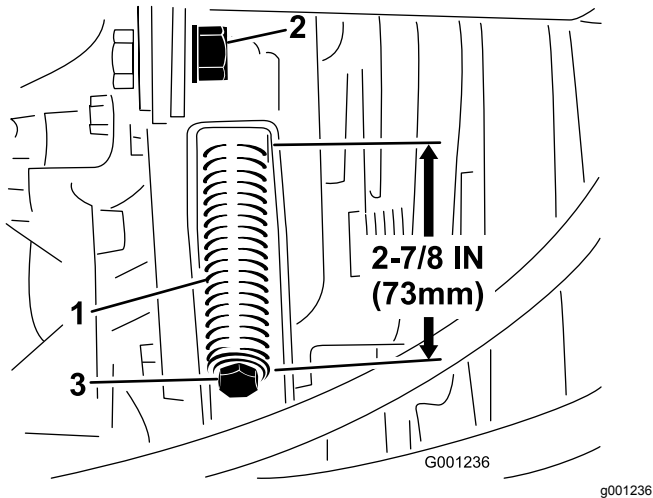

図 73
3. テンションロッドのジャムナットをゆるめる 図 73。
4. テンションスプリングの調整には $\frac{1}{2}$ " のレンチを使う 図 73。スプリングの長さが 73 mm になるように調整する。
4. $\frac{1}{2}$ " のレンチを使ってテンションスプリングを完全にゆるめる 図 73。
6. 新しい PTO ベルトを取りつけ、プーリスプリングの長さが 73 mm になるように張りを調整する 図 73。
7. ジャムナット (図 73) を締め、フードを閉める。